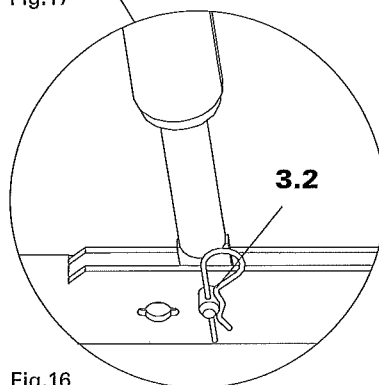

Fig.16
- e i bracci regolabili ai fori d'accoppiamento **3.2** (fig. 16).